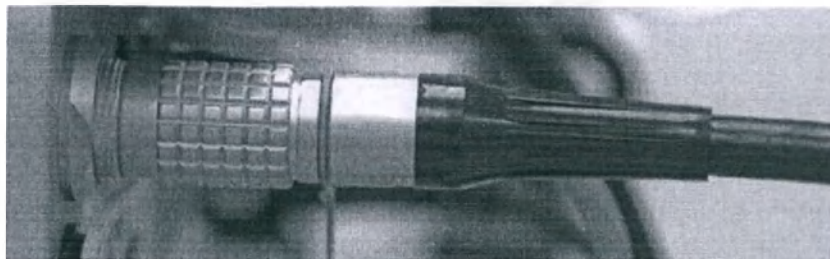

Рис. 55. Компенсатор изгиба кабеля на разъеме Консоли
2) Визуально осмотрите кабель Мотора CentriMag по всей его длине, включая оба компенсатора изгиба (см. Рис. 55 и 56), на предмет повреждений, таких как отсоединение компенсаторов изгиба, деформации, изломы или порезы. Эти типы повреждений указывают на износ или предшествующее грубое обращение с кабелем, которые могут привести к повреждению внутреннего проводника. Толщина и форма кабеля должны быть одинаковыми по всей его длине.